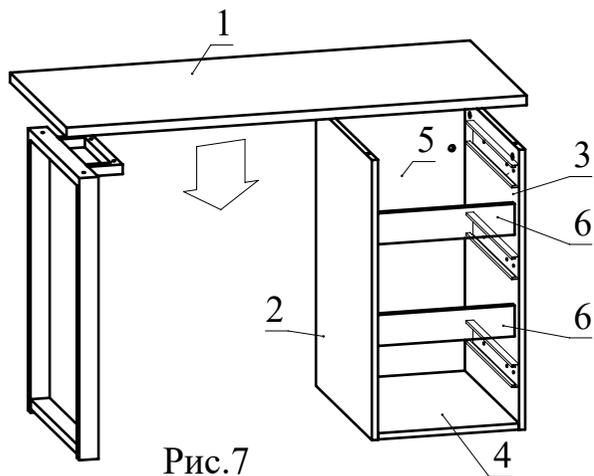

Рис.7
6. Соедините две сборки, полученные ранее, затянув головки минификсов (Рис. 7).